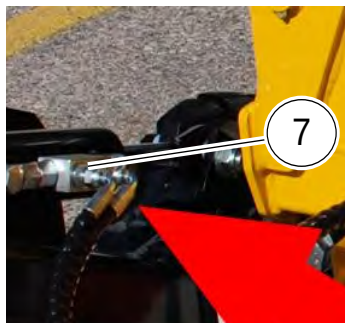

Fig. 148
- Scollegare i due tubi idraulici collegati al pistone ruota (7, "Fig. 148");
- Disconnect the two hydraulic hoses connected to the wheel piston (7, "Fig. 148");
- Débrancher les deux flexibles hydrauliques raccordés au piston de roue (7, "Fig. 148");
- Die beiden am Radkolben (7, "Fig. 148") angeschlossenen Hydraulikschläuche abklemmen.
- Desconecte las dos mangueras hidráulicas conectadas al pistón de la rueda (7, "Fig. 148");
- Desligar os dois tubos hidráulicos ligados ao pistão da roda (7, "Fig. 148")